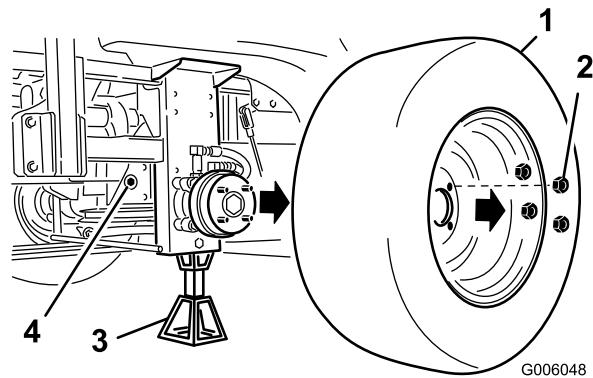

Figura 50
7. Localice el orificio del bastidor y retire el tapón lateral de la caja de engranajes (Figura 50).